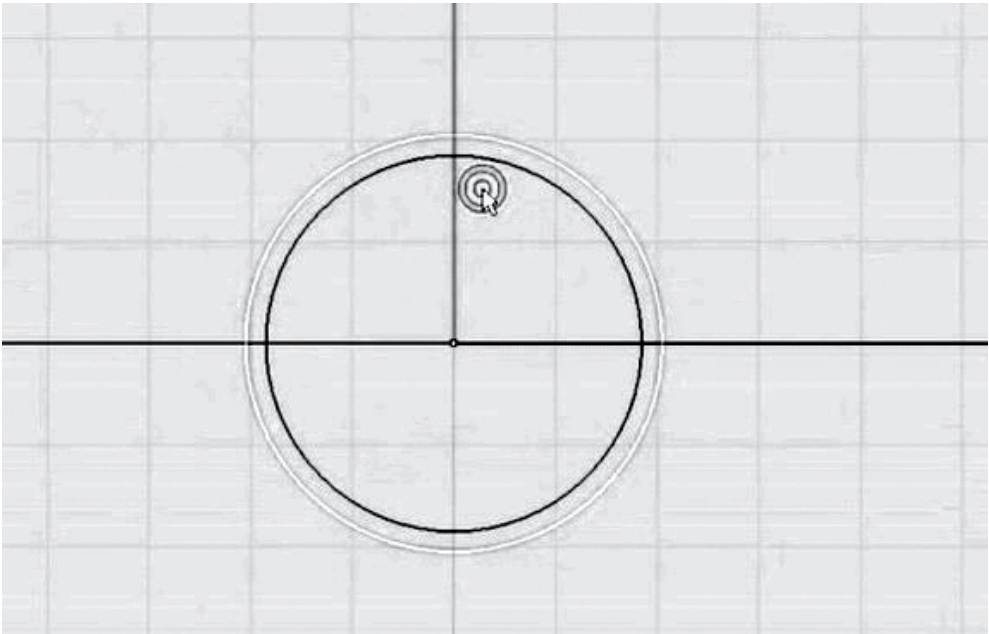

Рис. 98. Дублирующая окружность, применение инструмента Offset Curve
5. В окне Top выделяем верхнюю кривую и в панели Fillet Curves выбираем Offset Curve. Строим внутреннюю окружность с разницей 0,2 мм (рис. 98).